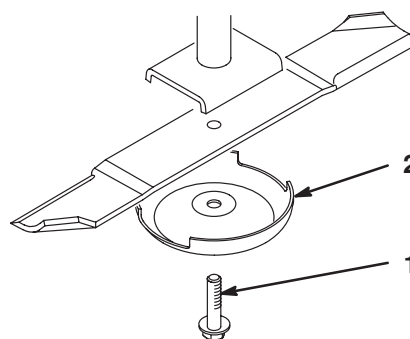

Bild 84
2. Halten Sie das Ende des Messers mit einem stark wattierten Handschuh oder wickeln Sie einen Lappen um es herum. Entfernen Sie die Messerschraube, die Antiskalpierschale und das Messer von der Spindelwelle (Bild 84).